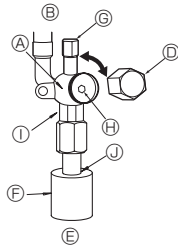

Fig. 4-5
(1) Côté gaz/liquide (Fig. 4-5)
- ① Retirez le bouchon, et tournez la tige de soupape à fond dans le sens antihoraire avec une clé hexagonale de 4 mm. Arrêtez de tourner quand elle frappe la retenue.